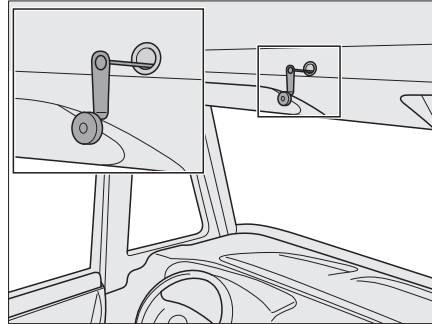

Fig. 172 Commande de secours pour le lit escamotable électrique
- ▶ En cas de panne de courant, le lit escamotable électrique peut également être commandé avec une manivelle de secours (Fig. 172). Celle-ci se trouve dans la cuisine intégrée.